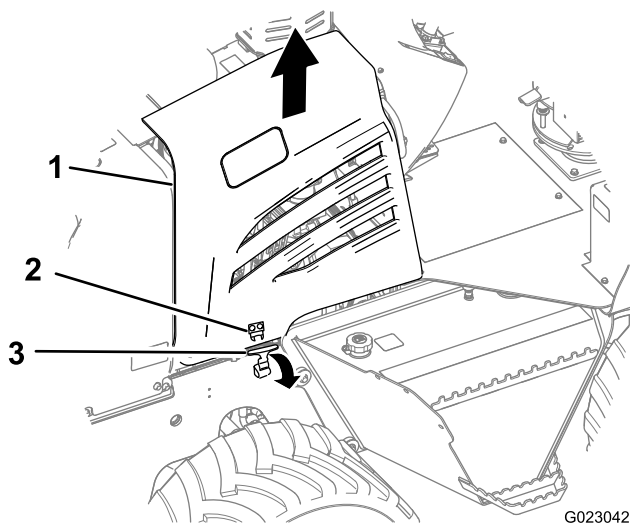

Figura 37
2. Puxe o punho da trava do painel para cima, libere-a de sua âncora (Figura 37).
- 3. Desloque o painel lateral diretamente para cima, removendo-o da máquina (Figura 37).
- 4. Puxe o punho da trava do painel para fora e em seguida para cima até se alinhar na âncora (Figura 37).